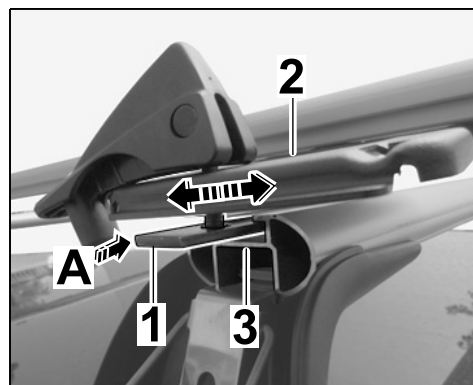

Fig. 22
- 5.4 Engager le goujon en T de la plaque-support arrière dans la rainure du support du système de transport sur toit (⇒ Fig. 22 -A-).
Déplacer évtl. la plaque-support arrière vers l'avant / l'arrière sur le porte-vélos (⇒ Fig. 22 -flèches-).